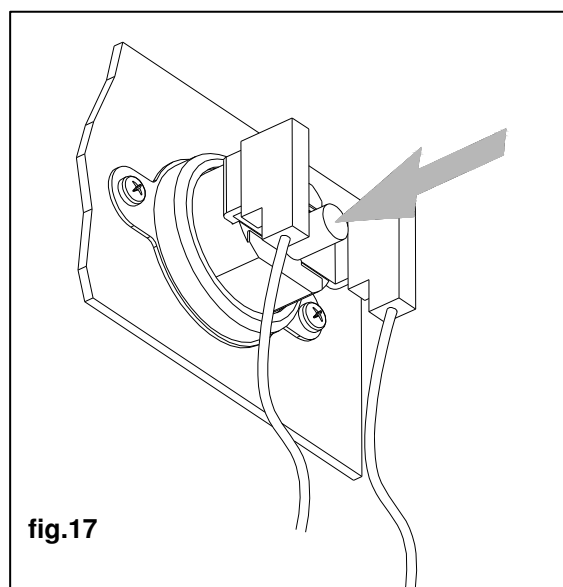

fig.17
**La chaudière à tirage naturel DMC24E est équipée d'un dispositif (fig.17) contrôlant l'évacuation correcte des gaz de combustion. Le dispositif permet une sécurité maximum pendant le fonctionnement.**
- appuyer sur le bouton-poussoir placé entre les deux contacts électriques du thermostat des fumées (voir fig.17),